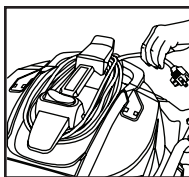

FIGURA 30
53. El cable de energía puede ir enrollado alrededor de los soportes de enrollado de cable de la parte superior de la cubierta del depósito que están ubicados en la parte frontal y por detrás de la manija. **FIGURA 30.**